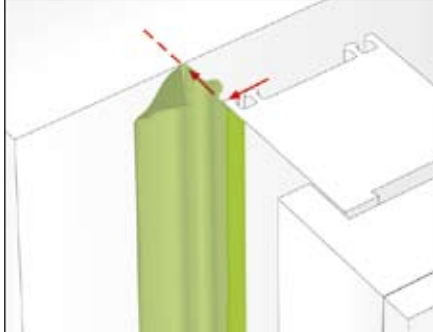

Fig. 7: kleef het membraan aan de zichtbare kant van het kozijn
- Kleef het membraan aan de zichtbare kant van het kozijn (fig. 7).